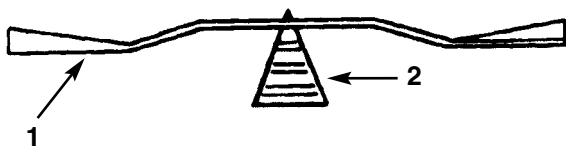

Fig. 37
2. Undersøk knivens balanse ved å legge den på en balansemåler (fig. 37). Hvis kniven holder seg vannrett er den i balanse og kan brukes. Hvis den ikke gjør det må du file litt mer metall av knivryggen. Gjenta dette til du får balanse.